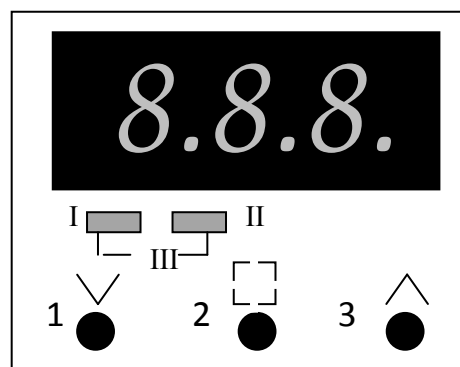
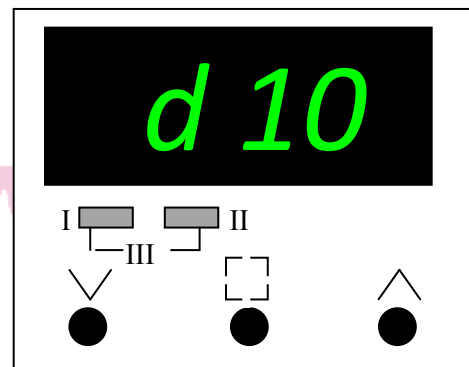

Рисунок 6 – Панель керування
Рисунок 8 – Встановлення гістерезису температур (напр., 10°C)
Після цього подати напругу до котла. При цьому на панелі управління засвітиться дисплей терморегулятора (рис.6), на якому через деякий час з'явиться поточна температура води. Необхідно встановити рівень потужності у відповідному меню, для чого натискаємо на кнопку «2» (рис.6) і встановлюємо рівень (по ступенях відповідно 1/3-2/3-3/3) кнопками «1» та «3» (рис.7), після чого натиснути кнопку «2» для встановлення необхідної температури. І ще раз натискаємо кнопку «2» для встановлення гістерезису температур. Для виходу з меню можна натиснути кнопку «2» або залишити, і терморегулятор сам збереже всі налаштування і перейде на головний екран, що показуватиме поточну температуру теплоносія.
2.4.4 При всіх установках температури, після виходу котла на сталий режим, показники температури повинні відповідати встановленим, а також повинне бути періодичне включення-виключення нагріву з супроводом засвічування, погасання індикаторів нагріву. Індикатор (I) Рис.6. 1/3 потужності, індикатор (II) Рис.6. 2/3 потужності.
2.5.4 Зробити серію натискань на кнопки «1» та «3» рис.6, щоб встановити бажану температуру води в котлі в межах 20...80°C. Під час встановлення бажаної температури, її значення відображається на рідкокристалічному індикаторі терморегулятора. Потім встановлюється значення гістерезису нагріву в межах від 5 до 15°C (рис.8).